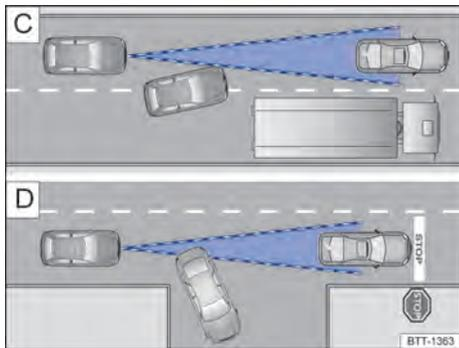

Fig. 101 C Mudança de faixa. D Veículo virando ou parado.
Por exemplo, se um veículo detectado pelo ACC virar ou mudar de faixa, e se houver um veículo parado à frente deste veículo, o ACC não reagirá ao veículo parado → Fig. 101 D.
- Veículos que mudam para a faixa onde você se encontra com pouca distância do veículo → Fig. 101 [C].